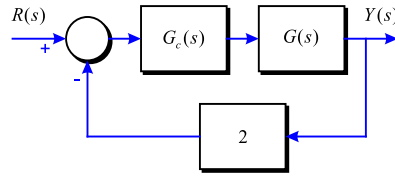

Figura 5-18
**Problema 155** Donat el sistema de control de la Figura 5-18 amb: